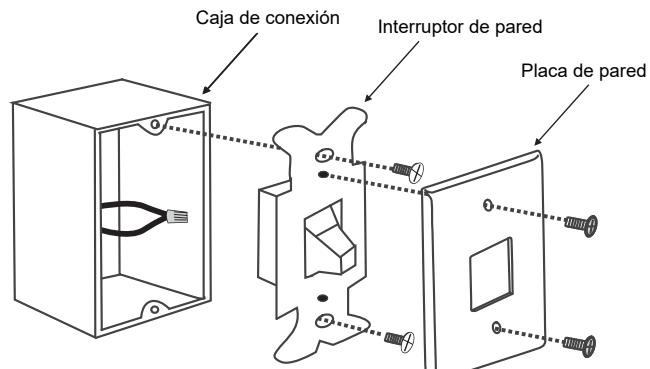

Fig. 23
**Paso 1.** Retire la placa de pared preexistente y el interruptor de pared de la caja de conexión preexistente. Desconecte los cables del interruptor. Conecte los cables NEGROS (calientes) y empuje los cables hacia atrás dentro de la caja de conexión en la pared (**Fig. 23**). O seleccione una ubicación deseada con una nueva caja de conexión en la pared.